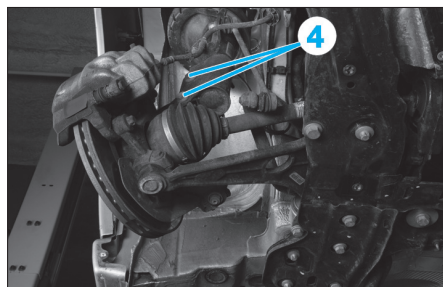

Fig. 6
- Désaccoupler la biellette de liaison (2) à l'aide d'un extracteur de rotule adapté.
- la vis de maintien du flexible de frein (3),
- les vis de fixation de l'élément de suspension sur le pivot (4) (Fig.6).